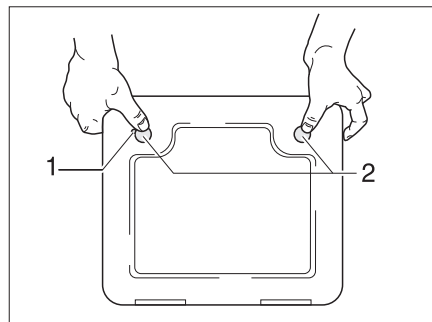

Bild 354 Lucka för toalett-kassetten
- Öppna luckan till kassetten på fordonets utsida. Stick för detta in nyckeln i låscylindern i trycklåset (Bild 354,1) och vrid den ett kvarts varv.
- Tryck samtidigt in de två trycklåsen (Bild 354,2) med tummarna och öppna luckan för kassetten.